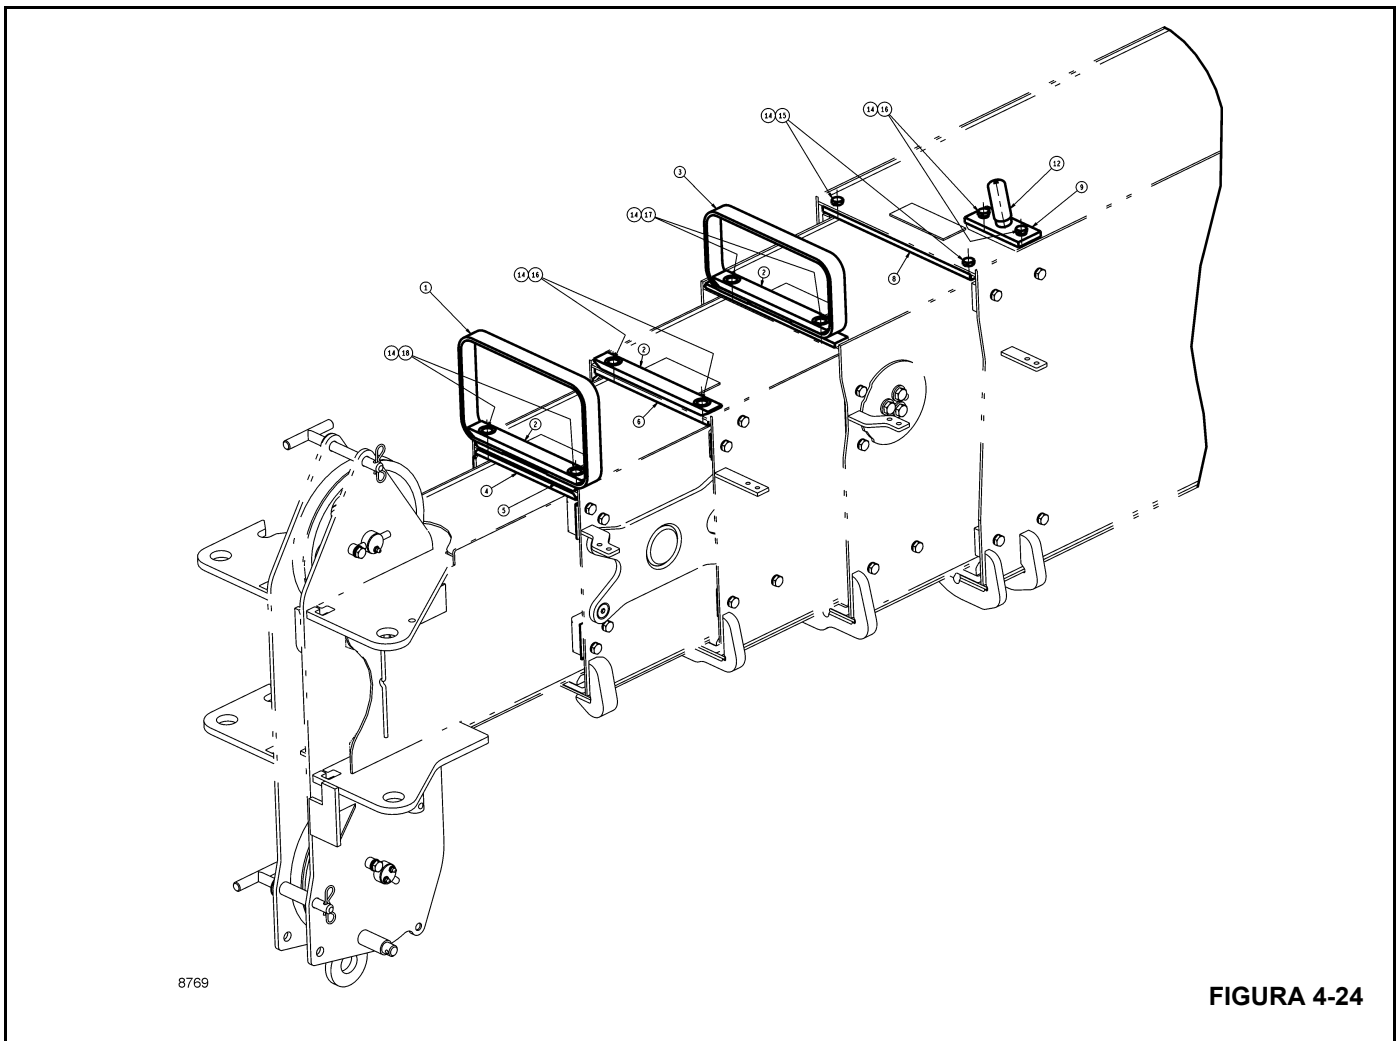
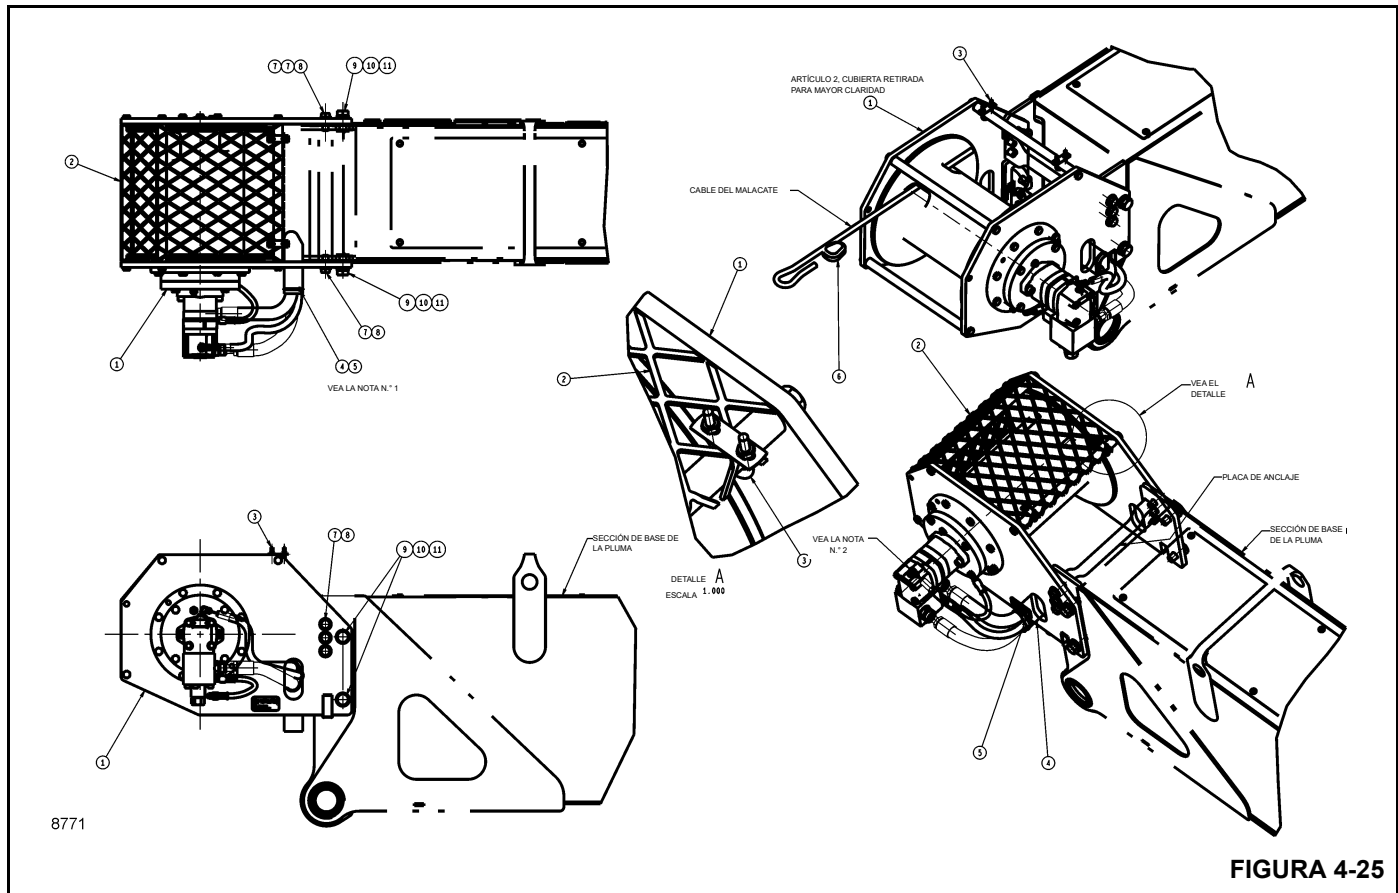

FIGURA 4-24
FIGURA 4-25
64. Instale la placa retenedora superior (7, Figura 4-24), el anillo del retenedor de cable (3) y la almojadilla de
- 71.** Enrolle el cable (96) alrededor de la polea con la parte inferior del cable orientado hacia adelante.
- NOTA:** Pase los cables inferiores (6) hacia adelante con tuercas y arandelas en los extremos roscados y asegúrese que estén en las ranuras inferiores de la parte delantera inferior de la sección 1.
- 76.** Con las almohadillas superiores (10) en la parte trasera prearmadas:
- 78.** Instale la placa del conjunto de almohadilla de desgaste inferior/de abajo (60) con almohadillas de desgaste (20) y asegure con pernos (149).
- 79.** Instale la barra retenedora superior delantera (8, Figura 4-24) con arandelas de seguridad (14) y tornillos (15).
- 81.** Instale las almohadillas de desgaste laterales inferiores (11) y los suplementos (45 y 46), según se requiera. Fije con arandelas de seguridad (132) y pernos (143).
- 82.** Preajuste las tuercas y arandelas de cable en el cable (96) de la parte delantera inferior de la sección 1.
- 83.** Instale el miembro soldado de anclaje de cable (9, Figura 4-24) en la parte delantera superior de la sección 1 con pernos (16) y arandelas de seguridad (14). Instale el protector de cable (12).
- 86.** Instale la placa de anclaje de cilindro a la parte trasera de la sección 1, asegure con pernos (155), arandelas (125) y espaciadores (74).
- 87.** Instale la placa de anclaje de cable (66) con la parte superior en las muescas en la base. Instale los cables (95) en la placa de anclaje con arandelas (125) y tuercas (136).
- 89.** Monte el malacate (1, Figura 4-25) alineando el montaje sobre las orejetas.
- 90.** Fije con dos pernos (9), arandelas de seguridad (10) y arandelas planas (11) a cada lado de la sección 1.